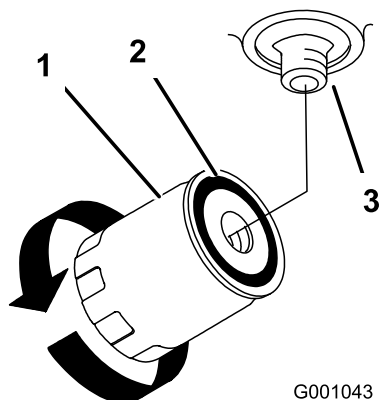

Bild 51
4. Stellen Sie eine Auffangwanne unter den Filter (Bild 51).
5. Entfernen Sie den Altfilter und wischen die Dichtfläche am Anbaustutzen (Bild 51) ab.
9. Drehen Sie den Ölfilter nach rechts, bis die Gummidichtung den Anbaustutzen berührt. Ziehen Sie ihn dann um eine weitere 1/2 Umdrehung fester (Bild 51).